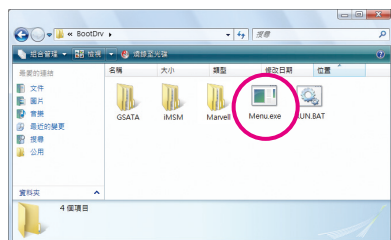
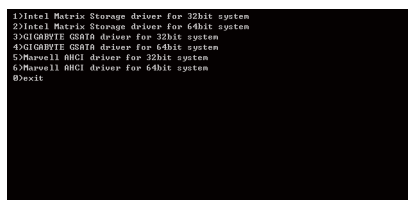

图4
图5
- 2: 进入光盘中的「BootDrv」文件夹，双击「Menu.exe」文件(图4)后会出现「命令提示符」画面，内含如图5所示的控制器菜单。
- 3: 放入空白磁盘。按下SATA控制器驱动程序代码后再按<Enter>键。以图5的菜单为例：